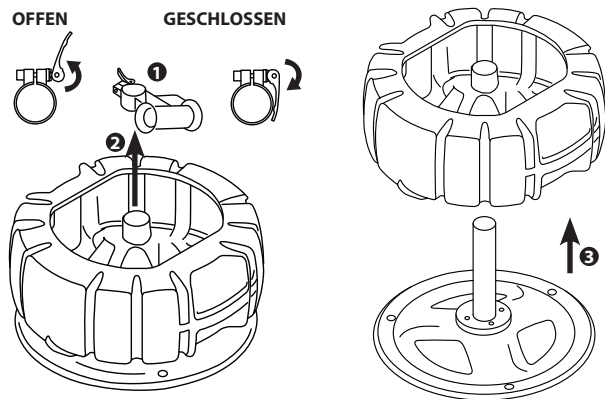

Abbildung 5 – Wechseln der Trommel
1. Öffnen Sie die Schnellentriegelung des Führungsrohrs (Abbildung 5).